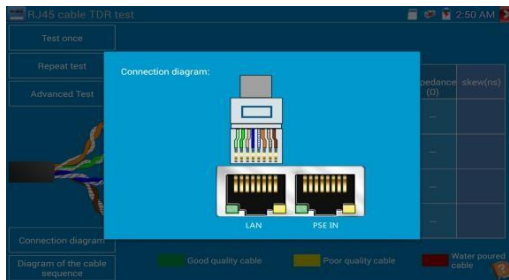

Рис. 104 Справочная схема подключения кабеля к тестеру для TDR теста
- 1) «Схема подключения» (Connection diagram) показывает, к какому порту должен быть подключен испытываемый кабель, рис. 104;